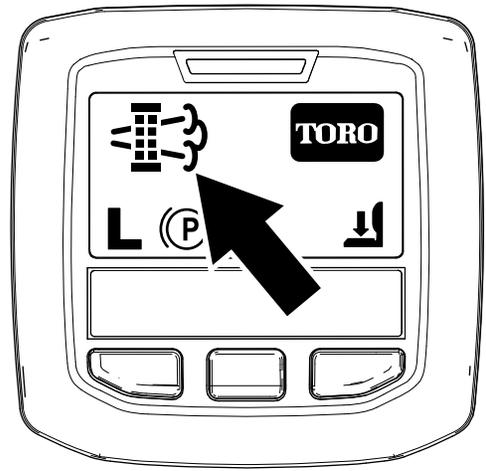

図 46
- 駐車再生やリカバリ再生が必要になると、インフォセンターに再生要求アイコン 図 46 が表示されます。